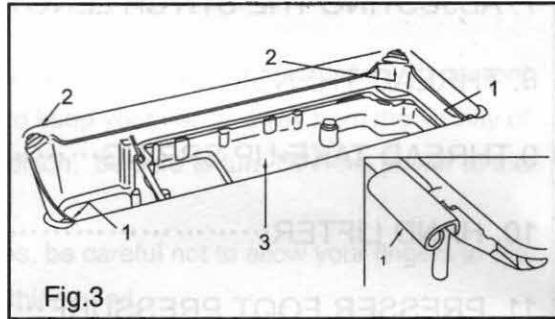

Fig.3
3) Вставьте шарнир "1" в отверстие столешницы, положите голову на столешницу, корпус головы соедините с шарниром "1", а затем установите голову на амортизаторы масляного поддона (Fig.3, Fig.4)